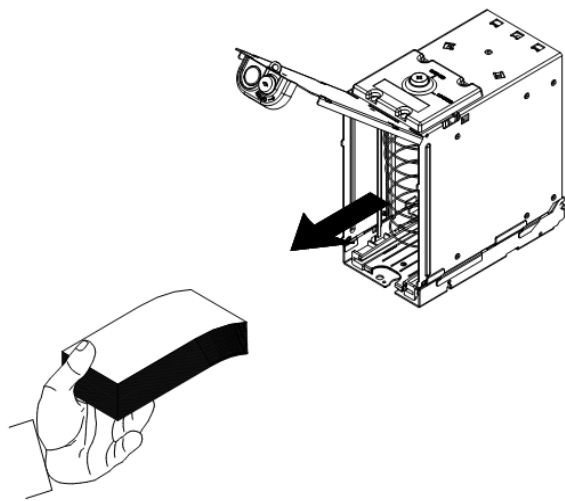

Рисунок 21
- откройте замок, расположенный на крышке, а затем поднимите крышку и извлеките банкноты (рисунок 21);